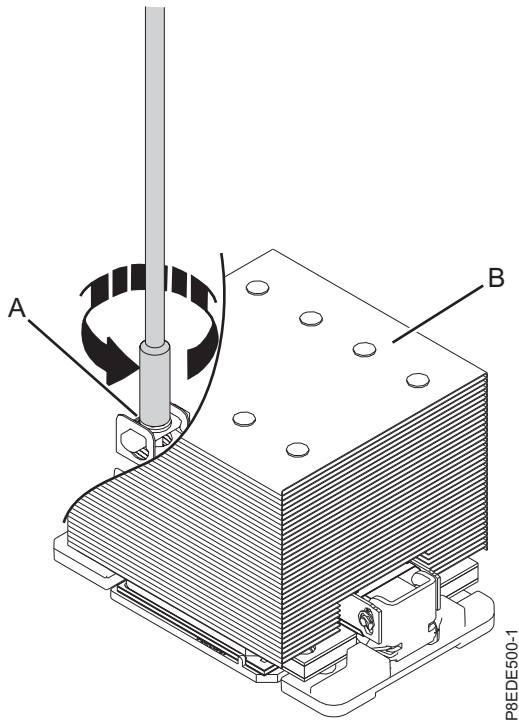

Abbildung 4. Kühlblech ausbauen
- a. Lösen Sie die Halteschraube des Kühlblechs mithilfe des im Lieferumfang enthaltenen 5,5-mm-Steckschlüssels (Teilenummer 43W3032). Drehen Sie die Schraube gegen den Uhrzeigersinn (A), bis sie sich lockert und frei beweglich ist, siehe Abb. 4 auf Seite 6.